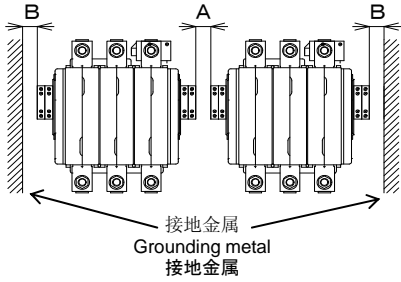

图 2 Fig. 2 図 2
4. 安装空间(图 2) Mounting space(Fig. 2) 取付スペース(図 2)